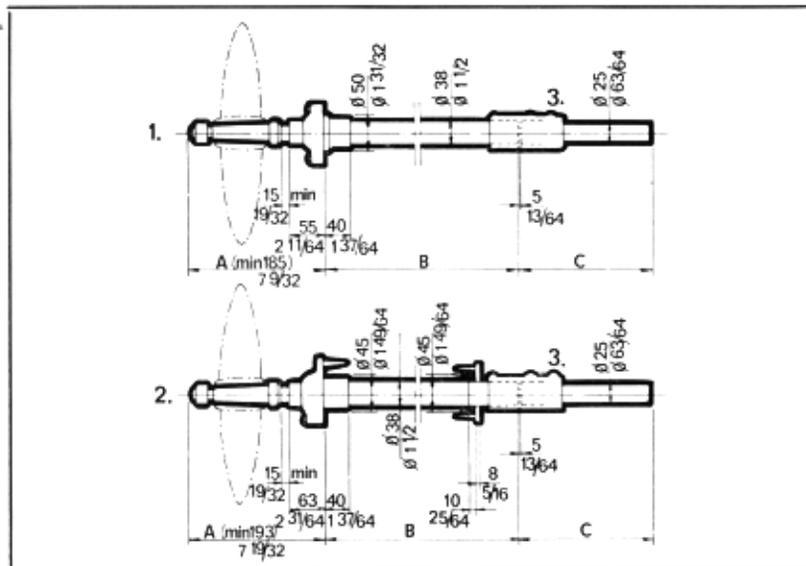

Abb. 21 Propellervorrichtung
ALBIN MOTOR AB führt eine neue Propellervorrichtung, die nur einmal in der Saison geschmiert werden braucht (mit halbfließendem Fett, sog. „Outboard Grease“). Abb.21 zeigt die Ausführung für Kunststoffboot (1) und für Holzboot (2). Das bugseitige Lager wird von einer Schmierausbuchtung geschmiert, deren Inhalt für den Betrieb einer ganzen Saison reicht. Das achtere Lager ist wassergeschmiert und hat eine selbststellende Gummibuchse, die Kantendruck auf das Lager ausschaltet.